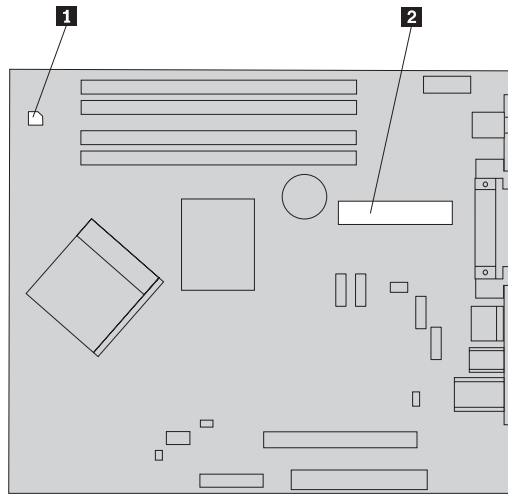

图 18. 主板接口
6. 从主板接口和所有驱动器断开电源线 **1** 和 **2** 的连接。请参阅图 18。